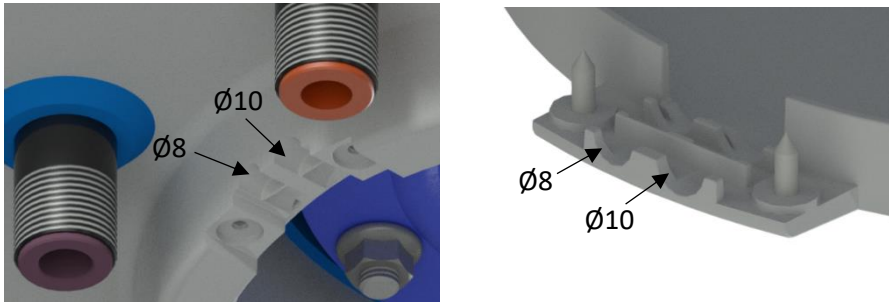
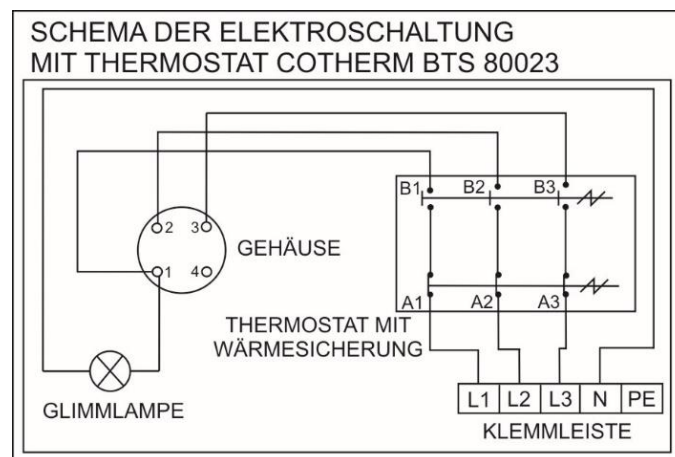

Abbildung 6
Abbildung 7
Der Anschluss ist laut Anschlusschema durchzuführen. Der im Werk vorgenommen Anschluss darf nicht geändert werden! (Abbildung 7). Die Trennwand in der Abdeckung der Elektroinstallation entfernen, die dem Durchmesser des Zuleitungskabels, also $\phi 8$ oder $\phi 10$ (Abbildung 6) entspricht. Die elektrischen Teile des Warmwasserbereiters haben die Schutzklasse IP 45. Der Leistungsbedarf des elektrischen Körpers beträgt 4000 W.
- Das Schema des Elektroanschlusses ist dem Warmwasserbereiter am Gehäuse der Elektroinstallation (Abbildung 7) beigelegt.